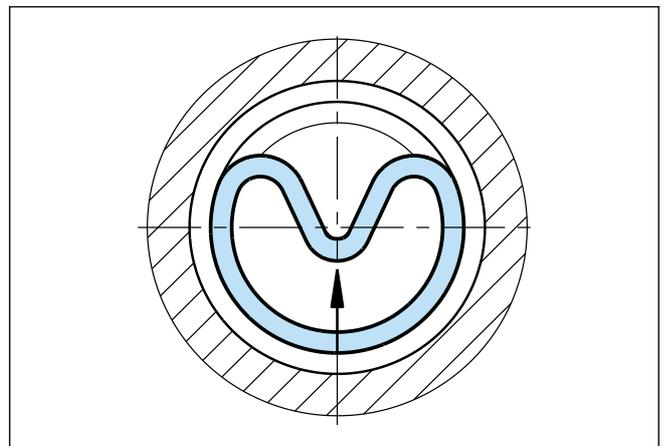

Figura 7 Inserción de la junta en un alojamiento cerrado
- Coloque la junta comprimida en la forma indicada dentro del alojamiento y resítuela contra la junta tórica en la dirección de la flecha (Figura 7).